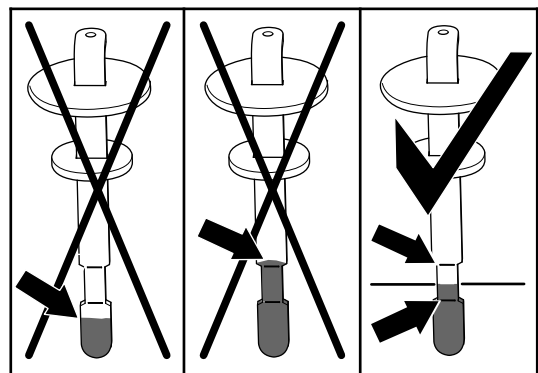

Figura 112
6. Retire a vareta e verifique o nível de fluido (Figura 112).